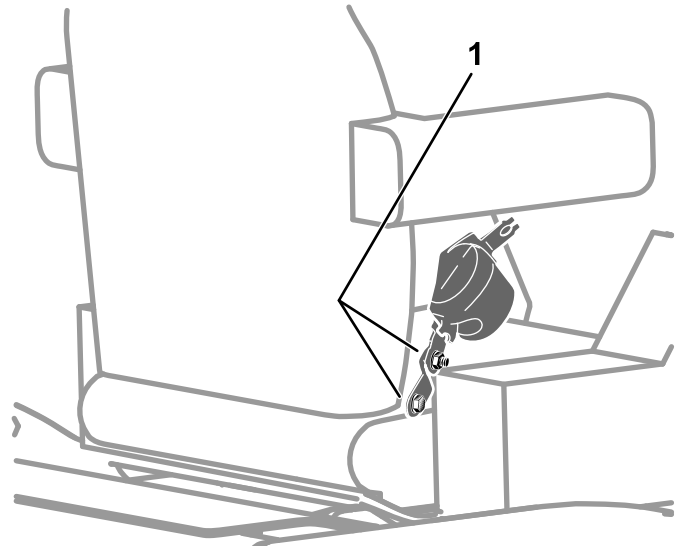

Figure 119
2. Vérifiez que les boulons et écrous qui fixent l'enrouleur et la boucle de la ceinture de sécurité au siège sont serrés à un couple de 47 à 61 N·m (35 à 45 po·lb); voir Figure 119.